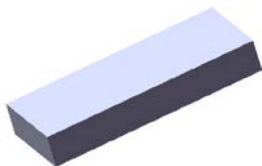
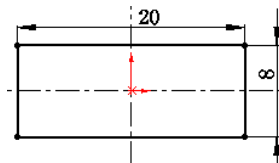

图 7.3 凸台—拉伸 1
图 7.4 横断面草图
Step2. 创建图 7.3 所示的零件基础特征——凸台—拉伸 1。
(1) 选择命令。选择下拉菜单 **插入(I)** → **凸台/基体(B)** → **拉伸(E)...** 命令(或单击“特征(F)”工具栏中的  按钮)。
(2) 定义特征的横断面草图。
① 定义草图平面。选取前视基准面作为草图平面。
② 定义横断面草图。在草图环境中绘制图 7.4 所示的横断面草图。
③ 选择下拉菜单 **插入(I)** → **退出草图** 命令，退出草图环境，此时系统弹出“凸台—拉伸”对话框。
(3) 定义拉伸深度属性。
① 定义深度方向。采用系统默认的深度方向。
② 定义深度类型和深度值。在 **方向1** 区域的  下拉列表中选择 **给定深度** 选项，在 **D1** 文本框中输入深度值 3.0。